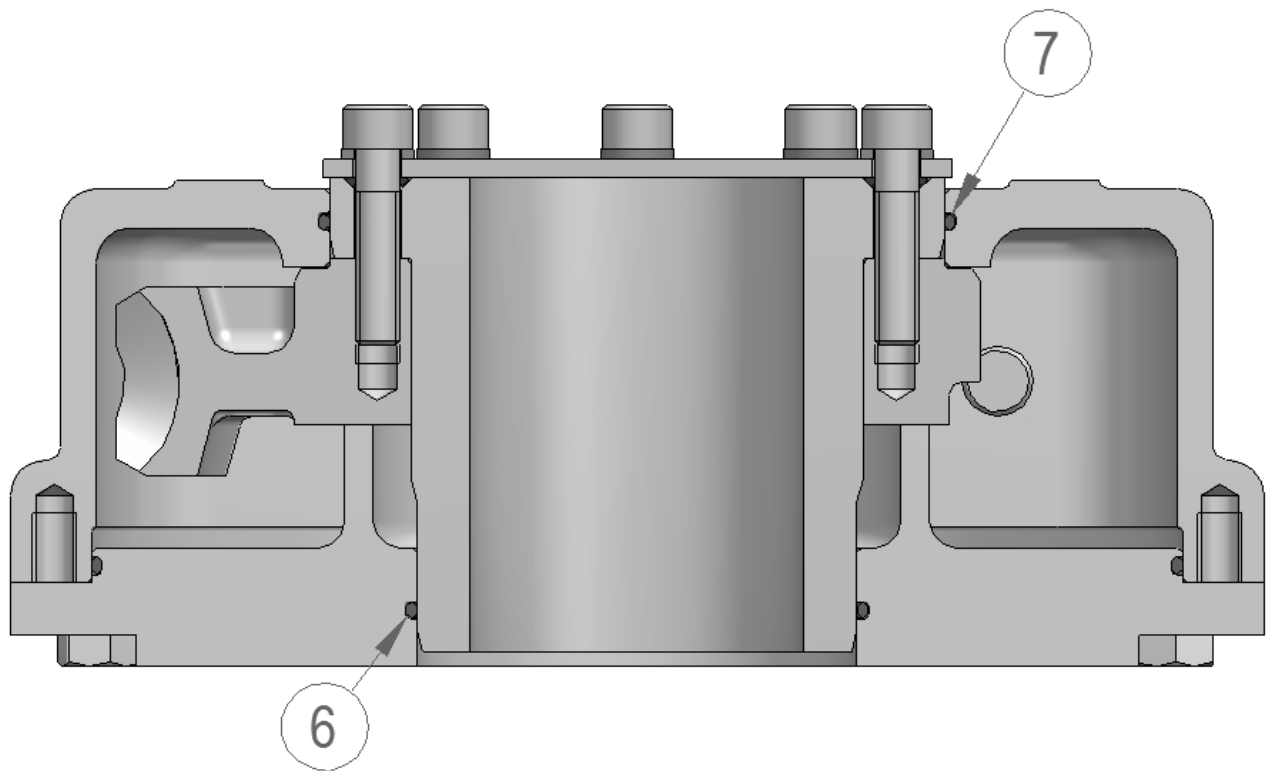

Figure 3 - Inspection des bagues d'étanchéité
Se référant à la Figure 3, les bagues d'étanchéité (6) et (7) doivent être intactes, graissées et correctement installées avant de remonter la douille. Si la bague d'étanchéité est endommagée, la remplacer avant de remonter la douille.